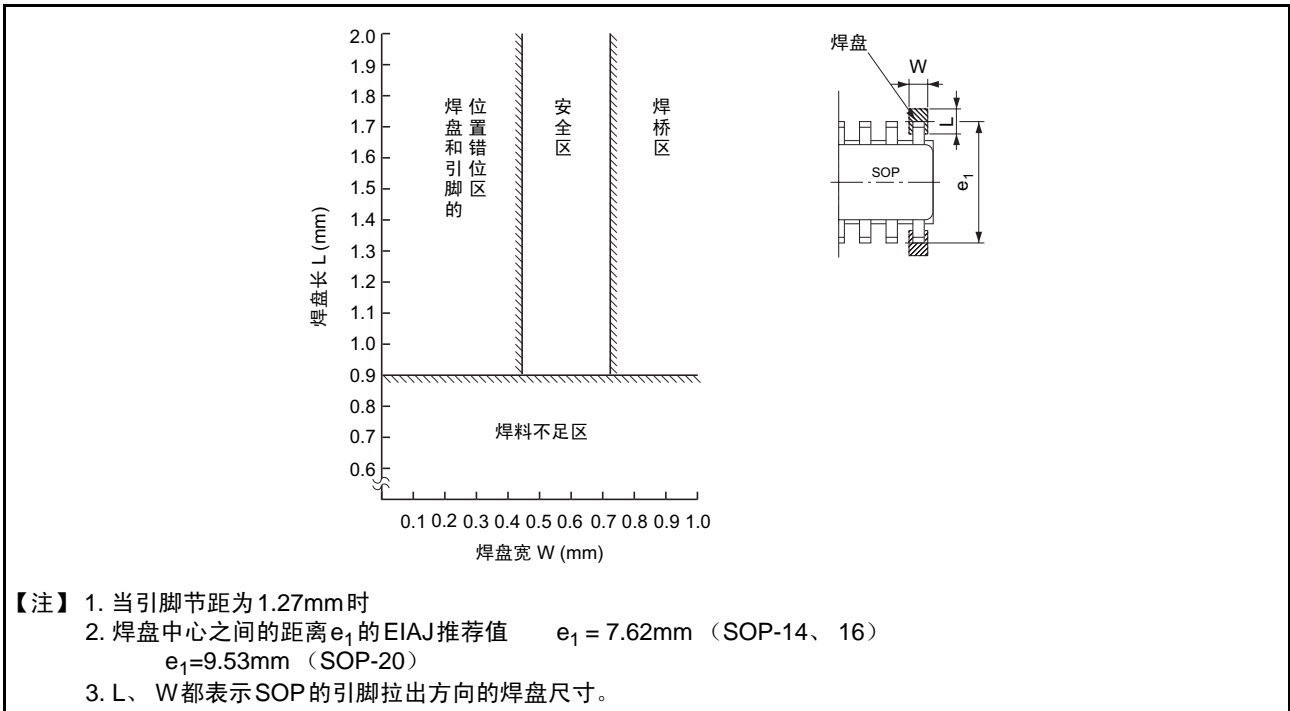

图27 焊盘尺寸的推荐值
| 电 路 板 | 电路板材质有①环氧玻璃②酚醛纸③混合型④陶瓷，必须按目的用途选定。 | <ul style="list-style-type: none"> ●作为电路板的使用条件，必须考虑热应力的影响（收缩，弯曲）。 ●电极图形尺寸的推荐值如下（参照图27）： 对于引脚拉出方向 宽 W = 0.6~0.7 mm 长 L = 1.0~2.0 mm |
焊接不良的发生率受SOP焊盘尺寸的影响。SOP引脚之间的焊桥不良以及焊料不足不良对焊盘尺寸的依赖性如图27所示。建议按照图中安全区内的焊盘尺寸进行设定。